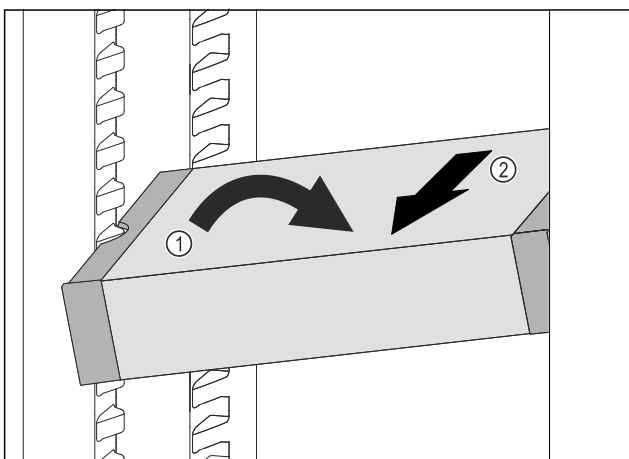

Fig. 129
- Incliner le VarioSafe dans la partie réfrigérateur. Fig. 129 (1)
- Sortir le tiroir VarioSafe par l'avant. Fig. 129 (2)